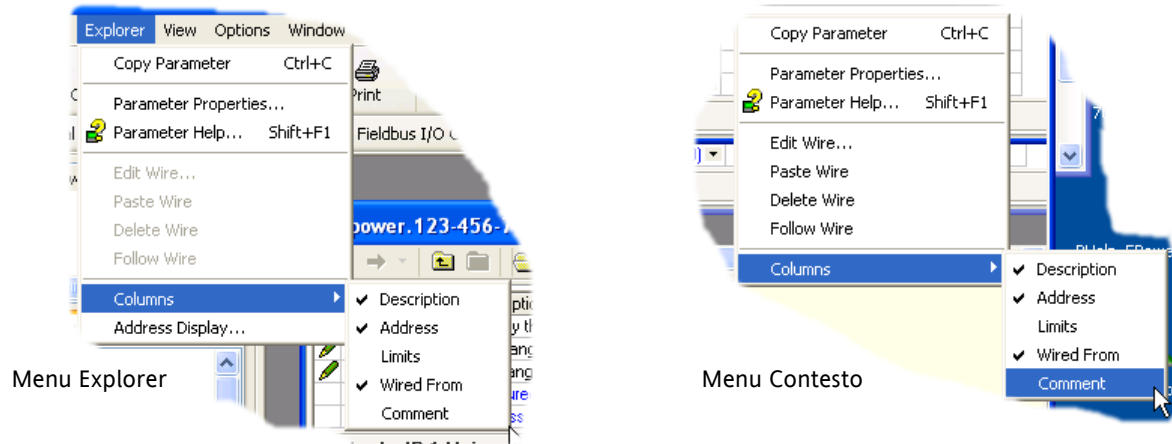

Figura 7.4b Abilita/Disabilita Colonna
La figura mostrata sopra presenta il layout della tabella di default. Le colonne possono essere aggiunte/cancelate dalla visualizzazione utilizzando il parametro "Colonne" dell'Explorer o i menu di contesto (figura 7.4b).
2. Colonne. La finestra explorer di default (figura 7.4a) include le colonne “Nome”, “Descrizione”, “Indirizzo”, “Valore”, e “Collegato da”. Come si può notare dalla Figura 7.4b, le colonne da visualizzare possono essere selezionate, con certi limiti, utilizzando sia il menu “Explorer” che il menu di contesto. Nell'esempio mostrato sopra i “Limiti” sono stati disabilitati.
Consente all'utente di abilitare/disabilitare un certo numero di colonne relative alla tabella del parametro (figura 7.4b).